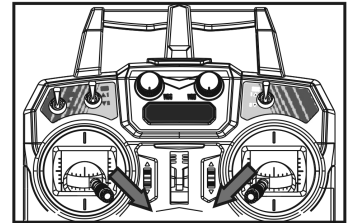

Figure 14
- Déplacez le levier de commande gauche vers le bas à droite et déplacez simultanément le levier de commande droit vers le bas à gauche (voir fig. 14).